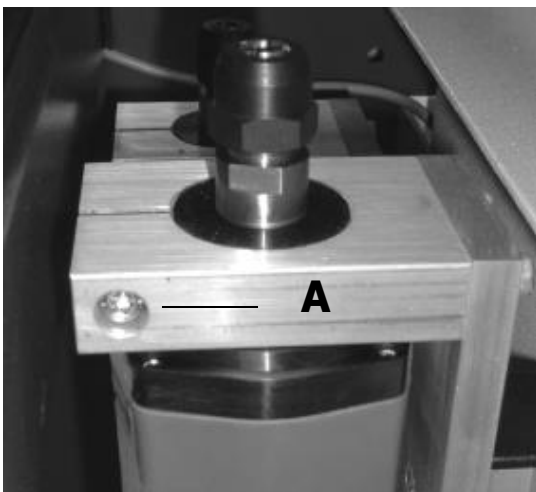

Bild 86
3. Klemmschraube (A) lösen und Fräsaggregat aus der Halterung nehmen (Bild 86)